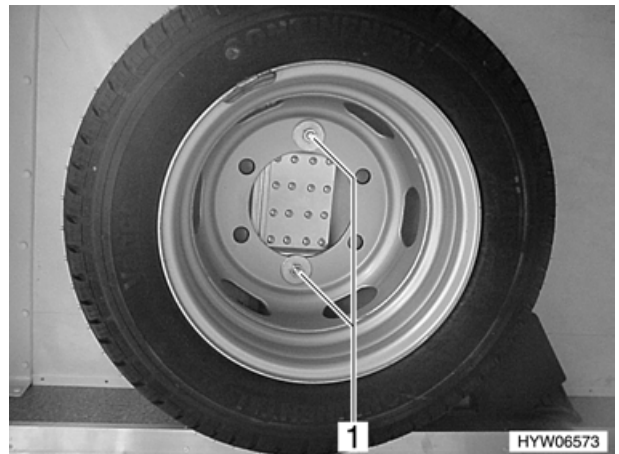

Fig. 106 Portaruota di scorta
- Svitare i due bulloni (Fig. 106,1) con una chiave per dadi di fissaggio ruota.